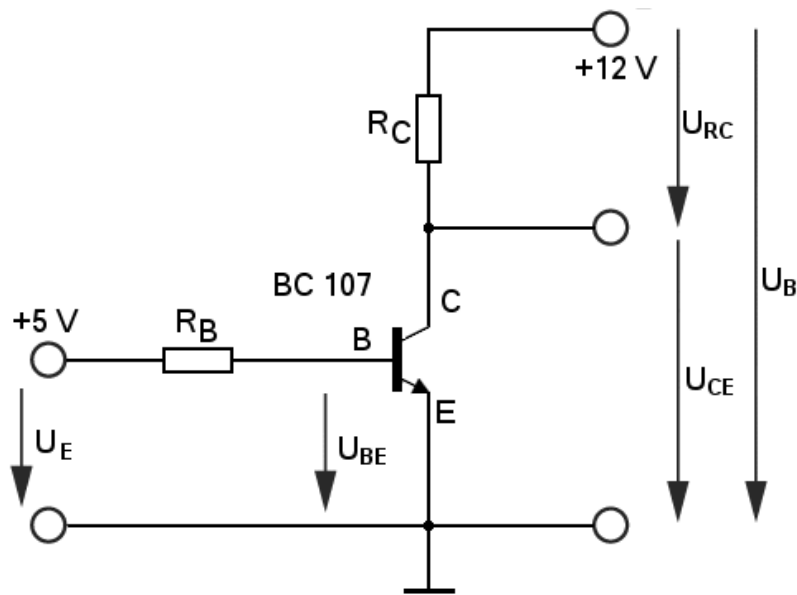

Bild 1.4: Transistor als Schalter
5. Für den Einsatz in der Digitaltechnik ist vor allem die Verwendung des Transistors als Schalter interessant. Sehr vereinfacht gesagt, lässt sich mit einem kleinen Strom an der Basis, ein größerer Strom an der Kollektor-Emitter-Strecke schalten (Bild 1.4).